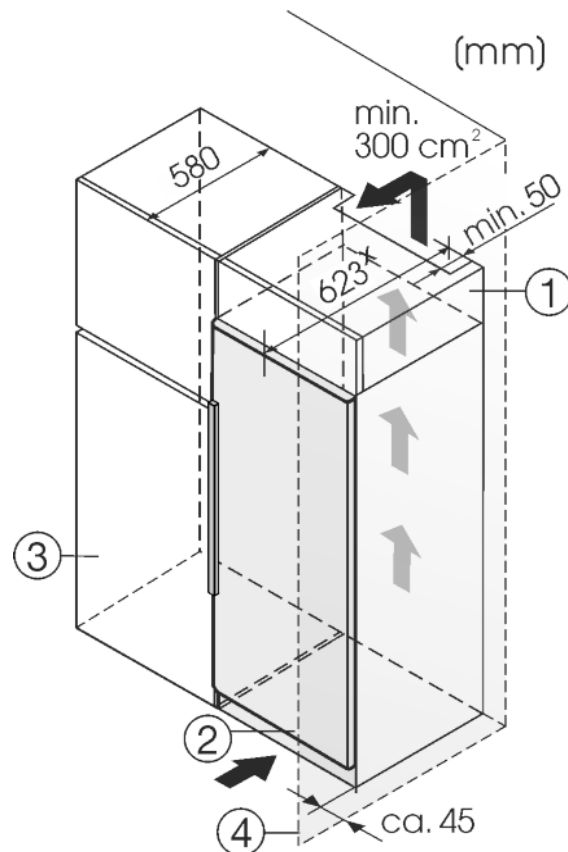

Fig. 8
- (1) Aufsatzschrank
- (2) Gerät
- (3) Küchenschrank
- (4) Wand
Das Gerät kann mit Küchenschränken umbaut werden. Um das Gerät Fig. 8 (2) der Küchenzeilenhöhe anzugleichen, kann über dem Gerät ein Aufsatzschrank Fig. 8 (1) angebracht werden.
Wenn das Gerät mit den Scharnieren neben einer Wand Fig. 8 (4) aufgestellt wird, muss der Abstand zwischen Gerät und Wand mindestens 40 mm betragen. Dies entspricht dem Griffüberstand bei geöffneter Tür.